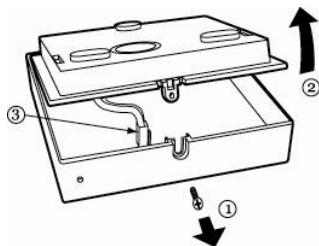

Abb. 1: Öffnen des Gehäuses
2. Bringen Sie das Vorderteil an der Rückwand des Gehäuses an und befestigen Sie es mit der Schraube (führen Sie die Anweisungen in Abbildung 1 in umgekehrter Reihenfolge durch).